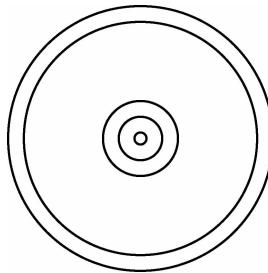

图 3-43 绘制圆(四)
(5)绘制半径为 567 mm 的圆,如图 3-43 所示。